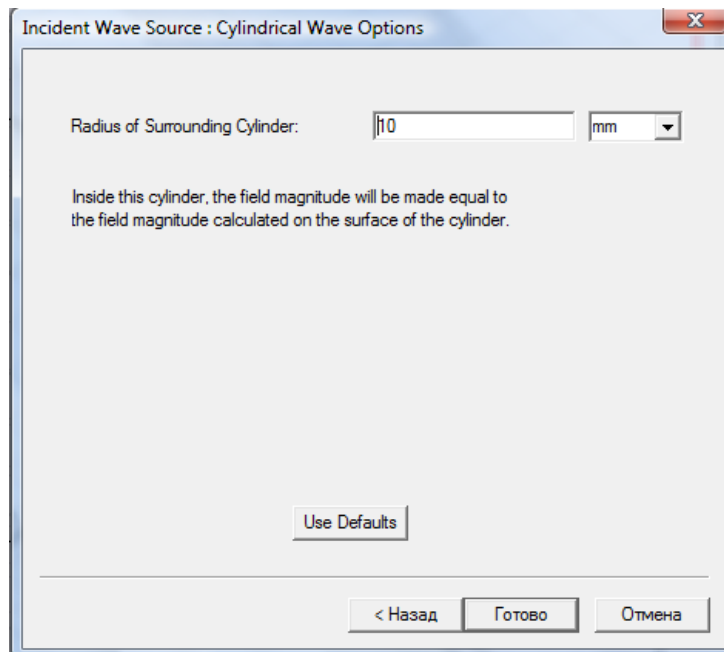

Рис. 4.26. Задание радиуса окружающего цилиндра
6. Кликните **Next**. Появляется диалог **Incident Wave Source: Cylindrical Wave Options** (рис. 4.26).